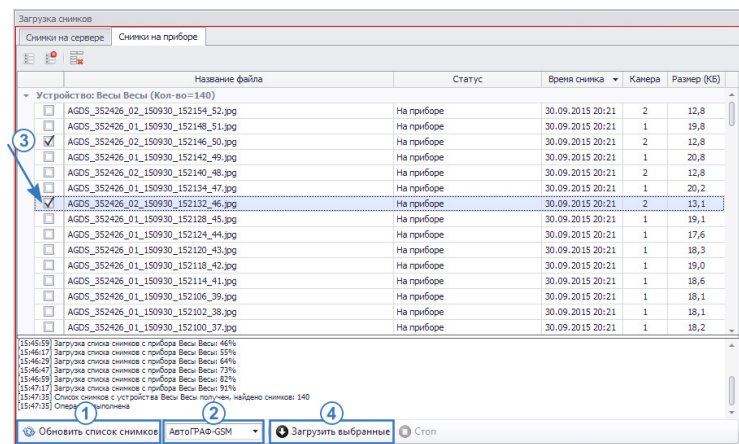

Рис.275. Загрузка фотографий с сервера.
- перейти в Загрузчик данных устройств на панель загрузки снимков (Рис.275) – для загрузки снимков с сервера перейти на вкладку «Снимки с сервера». Для загрузки снимков с прибора перейти на вкладку «Снимки с приборов».
- нажать кнопку «Обновить список фотографий» в нижней части выбранной вкладки (Рис.275, п.1). Модуль запросит с сервера или с прибора, в зависимости от выбранной вкладки, список снимков за заданный период по выбранным машинам. Полученные списки будут показаны на соответствующих вкладках. При запросе списка снимков с сервера, на вкладке «Снимки
- если снимки загружаются с прибора, то необходимо выбрать тип прибора АвтоГРАФ (**Рис.275, п.2**): для бортовых контроллеров – тип «АвтоГРАФ-GSM», для информационных дисплеев АвтоГРАФ-INFO – тип «АвтоГРАФ-ИНФО».
- после запроса списка снимков необходимо выбрать интересующие снимки (**Рис.275, п.3**) и нажать кнопку «Загрузить выбранные» (**Рис.275, п.4**). При загрузке снимков из прибора, снимки автоматически будут загружены на сервер, затем в папку программы АвтоГРАФ 5 ПРО;